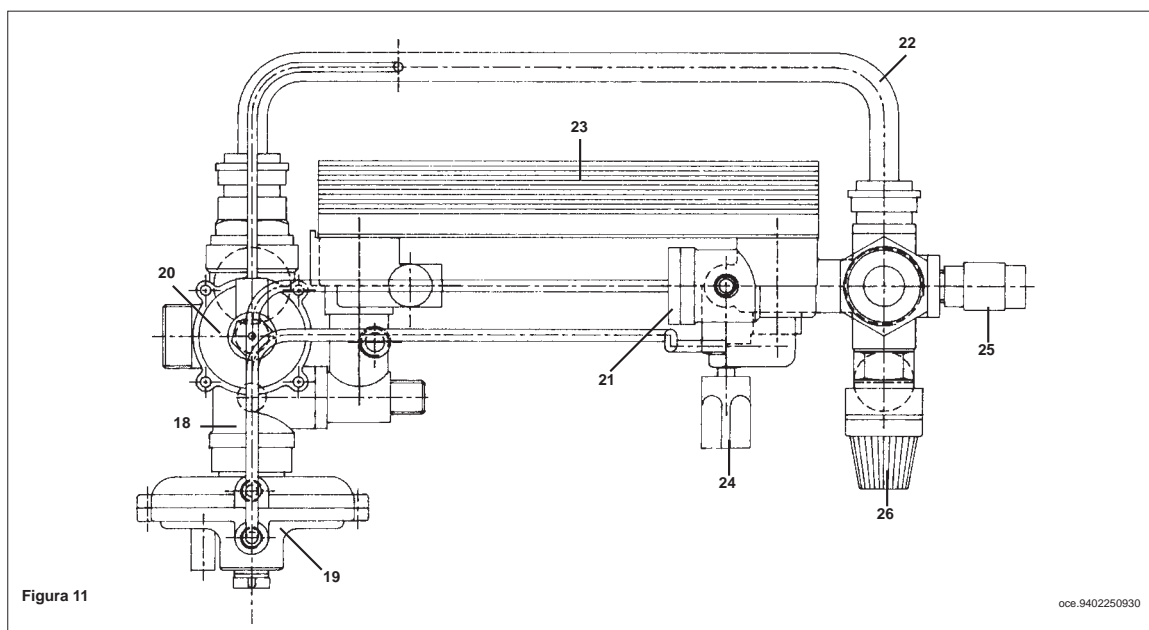

Figura 11
- svuotare l'impianto, se possibile limitatamente alla caldaia, **mediante l'apposito rubinetto di scarico** (25 figura 11 a pagina 29);
- *vaciar la instalación, posiblemente sólo la caldera, por medio del especial grifo de desagüe (25 figura 11 en página 29);*
- togliere i due tubetti di collegamento (figura 11 a pagina 29) tra il gruppo precedenza sanitario (19) ed il sensore di flusso (21);
- *remover los dos tubitos de conexión (figura 11 en página 29) entre el grupo de precedencia sanitario (19) y el sensor de flujo (21);*